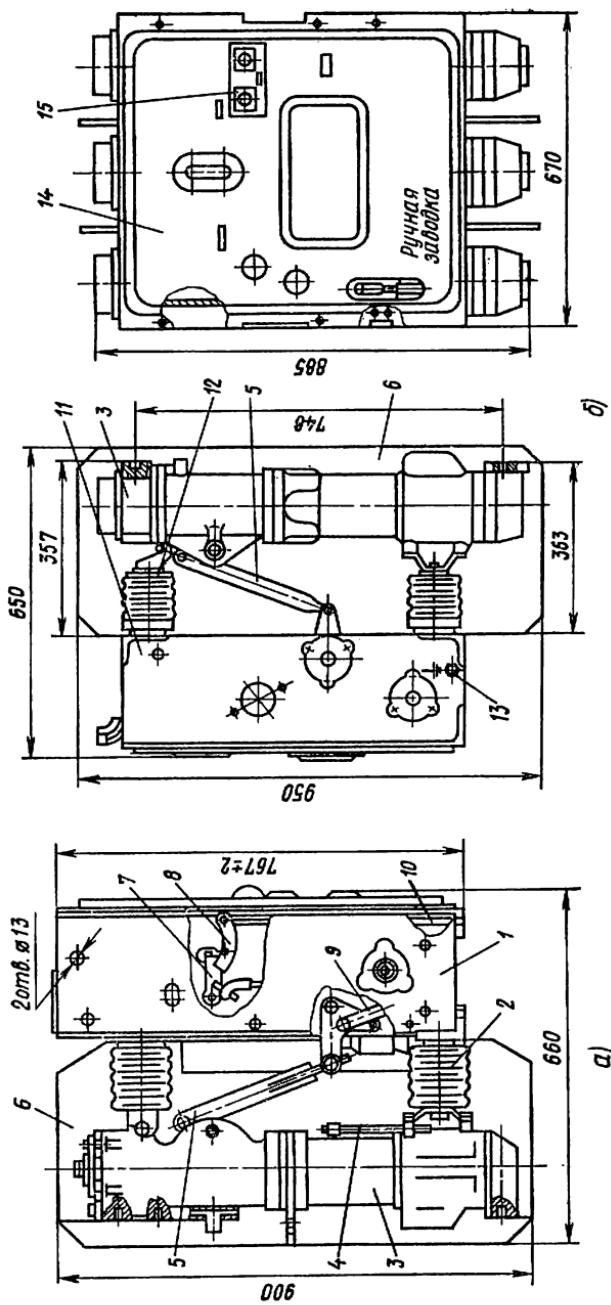

Рис. 77. Масляные выключатели ВМП-10 (а) и ВМПП-10 (б):
**Отличительные особенности устройства и ремонта выключателей ВМП-10 и ВМПП-10.** Выключатель ВМП-10 (рис. 77) конструктивно отличается от ВМГ-10. Механизмы «включено» и «отключено» находятся в полюсе выключателя, отсутствуют гибкие связи, подвижный контакт за пределы полюса не выходит, отсутствует выводной изолятор с изоляционными деталями и пружинами.
Необходимо внимательно осмотреть и проверить состояние буферной и отключающих пружин выключателя (см. рис. 77). Пружины не должны иметь трещин в местах приварки к ушкам, на поверхности витков; хвостовик не должен иметь срывов ниток резьбы. Натяжение пружины